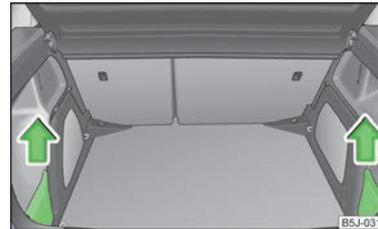

Abb. 74
- Die Abdeckung am oberen Teil fassen und vorsichtig in Pfeilrichtung » Abb. 74 herausnehmen.